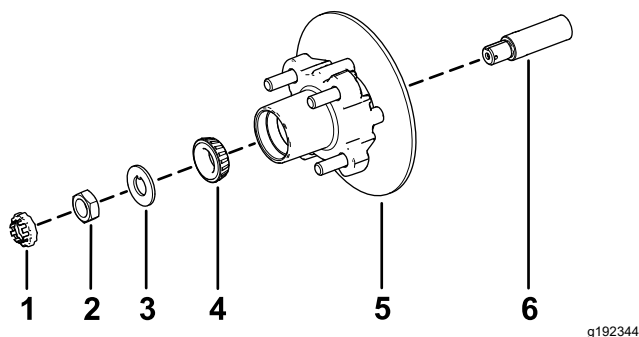

Figura 36
1. Aplique una ligera capa de grasa del tipo especificado en el eje (Figura 36).
2. Monte el cubo y el rotor en el eje con el rotor hacia dentro (Figura 36).
3. Monte el cojinete exterior en la mangueta y acople el cojinete al anillo de rodadura exterior (Figura 36).
4. Monte la arandela con pestaña en la mangueta (Figura 36).
5. Enrosque la tuerca en el eje y apriete la tuerca a 15 N·m (11 pulgadas-libra), girando el cubo para asentar el cojinete (Figura 36).
2. Alinee las pastillas de freno en cada lado del rotor (Figura 32), y alinee los orificios del soporte de la pinza con los orificios de montaje del freno de la mangueta (Figura 36).